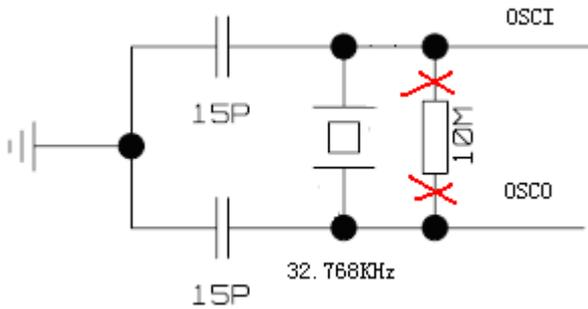

图 1
**A:** 如图 1，系统复位后，片上低频振荡电路需外接 32KHz 晶振（已经内置 10Mohm 偏置电阻）才可正常工作，经内部 PLL 产生系统高频时钟。负载电容（15pF）的容值需根据晶振厂家的推荐。